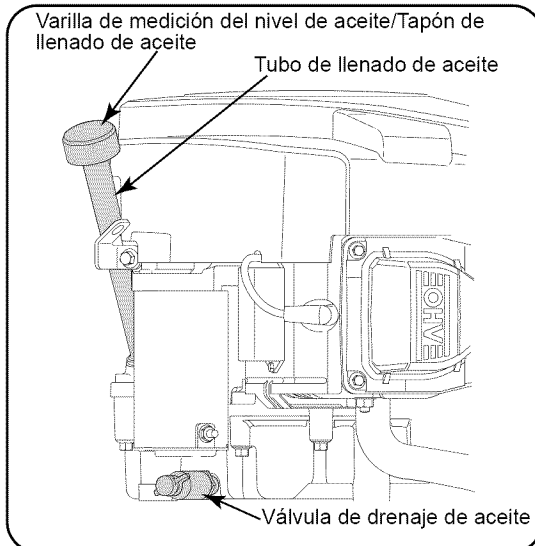

Figura 15
- Destornille la varilla de medición de nivel/tapón de llenado de aceite del tubo de llenado sobre el motor. Retire la varilla de medición de nivel de aceite y límpiela. Vuelva a colocar la varilla de medición de nivel de aceite en el tubo y coloque el tapón sobre el tubo. No atornille el tapón al tubo. Vea la Figura 15.
- Localice la válvula de drenaje del lado derecho del motor, debajo del motor de arranque. Consulte la Figura 15.